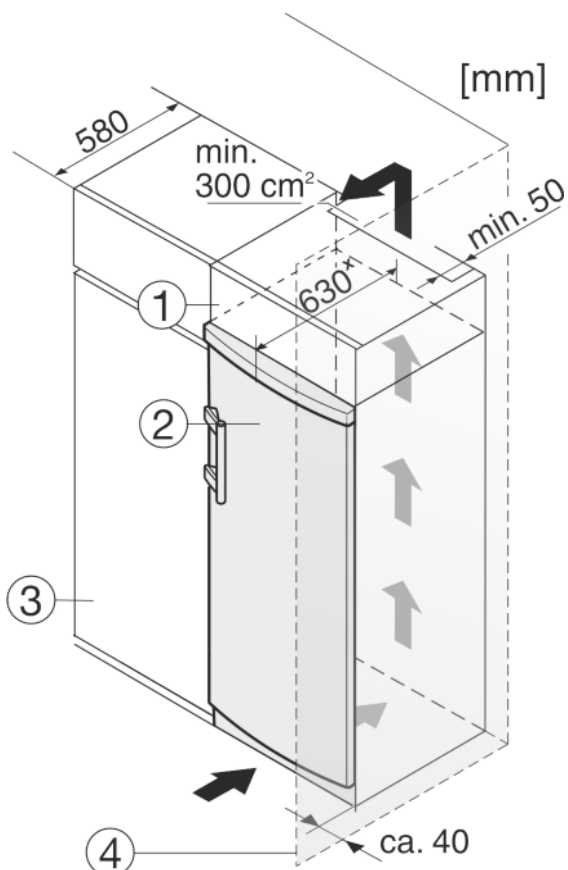

Fig. 11
Okoli naprave lahko vgradite kuhinjske omare. Za poravnavo naprave Fig. 11 (2) s kuhinjskimi elementi lahko nad napravo postavite ustrezno nadgradno omarico Fig. 11 (1).
Pri vgradnji aparata v standardne kuhinjske omarice (globina največ 580 mm) lahko aparat postavite tik ob kuhinjsko omarico Fig. 11 (3). Aparat je ob strani postavljen 34 mm * in na sredini 50 mm * od čelne stranice kuhinjske omarice.
Če aparat s tečaji postavite poleg stene Fig. 11 (4), mora razdalja med aparatom in steno znašati najmanj 40 mm. To ustreza velikosti ročaja pri odprtih vratih.